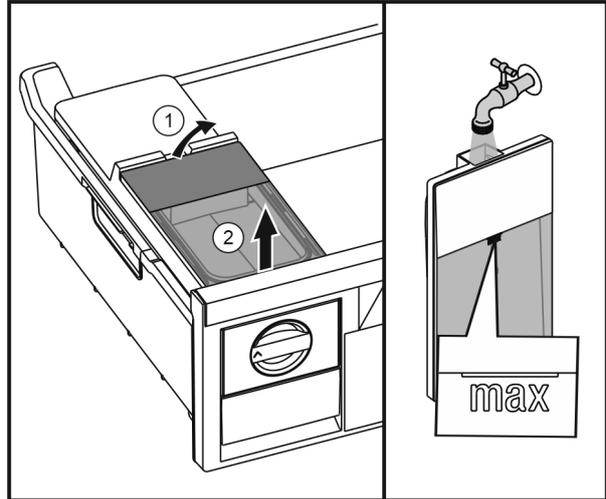

Fig. 34
- ▶ Повдигнете резервоара за вода отзад Fig. 34 (1) и извадете нагоре Fig. 34 (2).